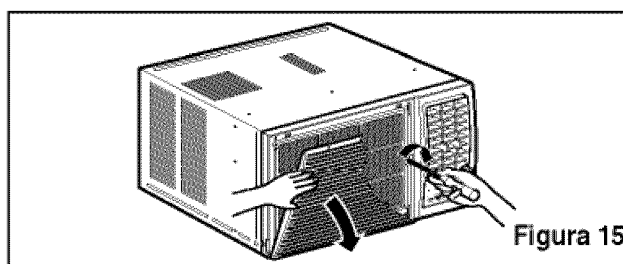

Figura 15
3. Levante la parrilla de entrada y ajústela con tornillos Tipo A, a través de la parrilla frontal. (Ver Figura 15)